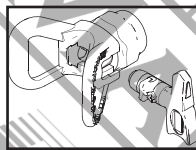

Fig. 18
3. Inserire l'ugello di spruzzo. (Fig. 18)